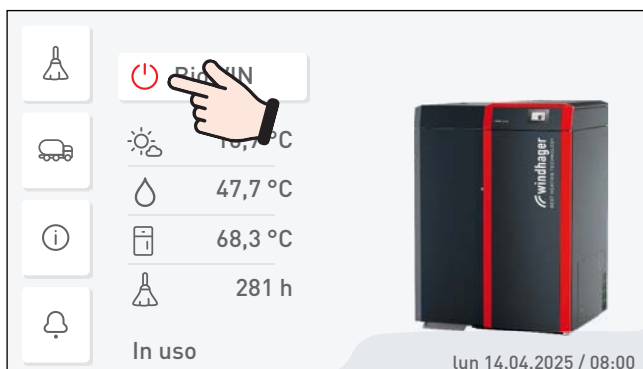

Fig. 54 Spegner caldaia a pellet
- Spegnerla caldaia a pellet con il tasto ON/OFF su InfoWIN Touch (Fig. 54 – vedere anche il manuale d'uso di InfoWIN Touch) e attendere la fine combustione (circa 20 minuti).